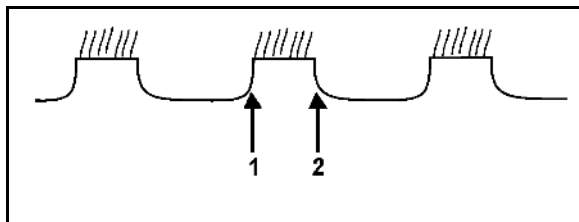

Fig. 49
6 positions différentes sont possibles (Fig. 49).
3. Retirez les goupilles (Fig. 49/1).
4. Insérez les axes excentrés (Fig. 49/2) dans l'emplacement souhaité.
- L'emplacement idéal est indiqué par une flèche (Fig. 49/3).